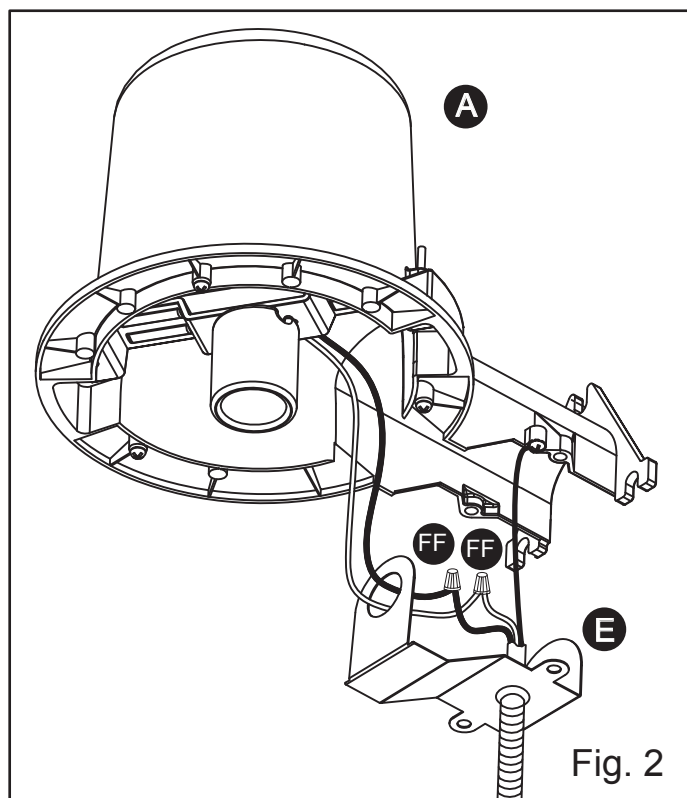

Fig. 2
À l'aide d'un raccord, branchez votre câble extérieur ou votre conduit souple à la plaque du boîtier (E), selon le Code national de l'électricité ou, au Canada, le Code canadien de l'électricité. Faites passer les fils noir et blanc du luminaire dans le trou de la plaque (E) tel que cela est illustré (consultez la figure 2). À l'aide des capuchons de connexion (FF) fournis, raccordez les fils de l'alimentation à ceux du luminaire (noir avec noir et blanc avec blanc). Le boîtier doit être mis à la terre. Pour ce faire, raccordez le fil de terre situé sous la tête de la vis verte de mise à la terre et fixez-le au boîtier.